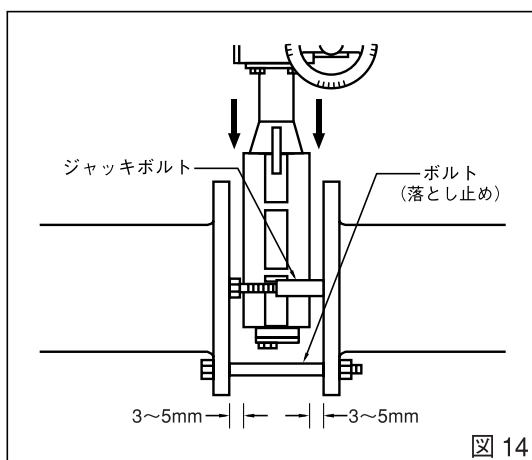

図 14
4. ジャッキボルトのセット：ジャッキボルトを所定の位置にセットします。フランジ面間は、必ず、バルブ幅より片側で3～5A程度広げてください。（図14）